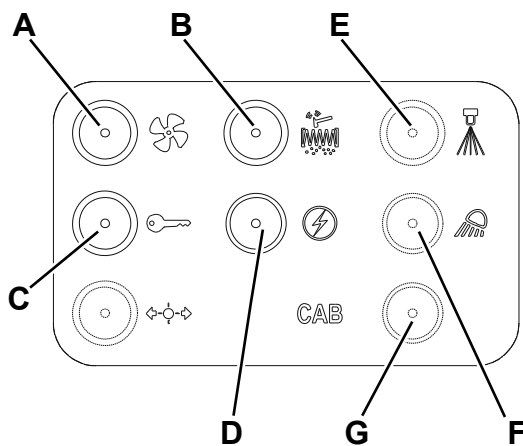

Abbildung 8
3. Zündschlüssel (57) in Stellung „O“ drehen und abziehen.
4. In der Sicherungsbox (38) überprüfen, ob eine der folgenden rückstellbaren Sicherungen ausgeschaltet ist:
- (A, Abb. 8): Sicherung F1 (10 A), Staubabsaugung
- (B): Sicherung F2 (10 A), Filterrüttler
- (C): Sicherung F4 (16 A), Zündschlüssel
- (D): Sicherung F5 (10 A), Motor-Hilfsbetriebe
- (E): Sicherung F3 (2 A), Staubabscheidungsanlage (sofern vorhanden)
- (F): Sicherung F6 (10 A), Arbeitsscheinwerfer (sofern vorhanden)
- (G): Sicherung F8, Kabinengebläse (sofern vorhanden)